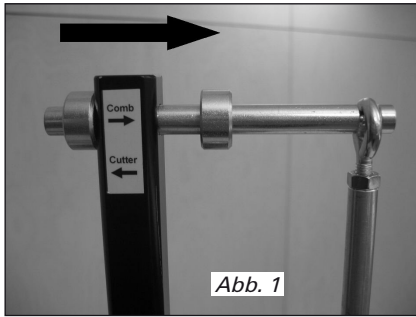
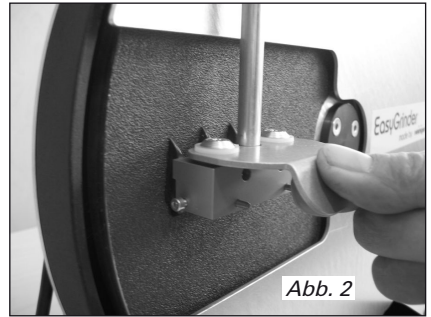
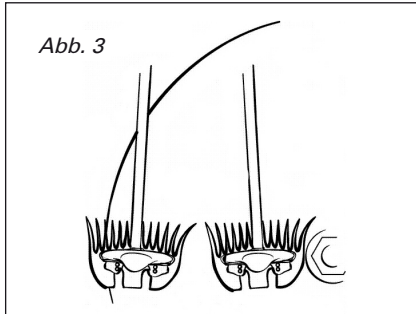

Abb. 1
Abb. 2
Abb. 3
6.1 Schleifen von Kammlatten (Abb. 1 - 4)
Die Schleifmaschine muss ausgeschaltet sein. Hängen Sie den Schleifpendel mit aufgesetzter Kammlatte an den Galgen. Verschieben Sie den Galgen weg von der Schleifscheibe gemäss Markierung «Comb» (Abb. 1). Bewegen Sie den Schleifpendel in Richtung Schleifscheibe bis der Kamm auf der Scheibe aufliegt. Die Einstellung ist korrekt, wenn die Kammlattenferse die Schleifscheibe zuerst berührt und zwischen dem Kopf der Kammlatte und der Schleifscheibe, ein Abstand von 1.5 mm (Dicke Streichholz) ist (Abb. 2).
Halten Sie das Schleifpendel mit dem Zeigefinger direkt unter Ihrem Daumen fest und drücken Sie die Kammlatte auf die rotierende Schleifscheibe. Bewegen Sie die Kammlatte sofort in einer gleichmässigen Bewegung, ungefähr 2 bis 3 mal hin und her. Achten Sie dabei auf einen gleichmässigen und festen Druck (Abb. 2). Bewegen Sie dabei die Kammlatte soweit über den äusseren Rand der Schleifscheibe, bis 3 Zähne der Kammlatte über den Scheibenrand hinausragen. Führen Sie dann die Kammlatte in einer gleichmässigen Bewegung, ohne einseitig zu drücken, wieder zurück in Richtung Motorwelle, bis die Kammlatte den Befestigungsflansch berührt (Abb. 3). Zum abschliessen des Schleifvorganges (wenn das Messer scharf ist) bewegen Sie die Kammlatte nun soweit zum Aussenrand der Scheibe, dass die Kammlatte gerade noch mit allen Zähnen aufliegt. Beenden Sie den Schleifvorgang mit einem etwas stärkeren, aber immer noch gleichmässigen Druck, und ziehen die Kammlatte in einer geraden Rückwärtsbewegung zügig von der Schleifscheibe weg.
- Ziehen Sie immer 3 Zähne der Kammlatte über den Scheibenrand hinaus (Abb. 3)